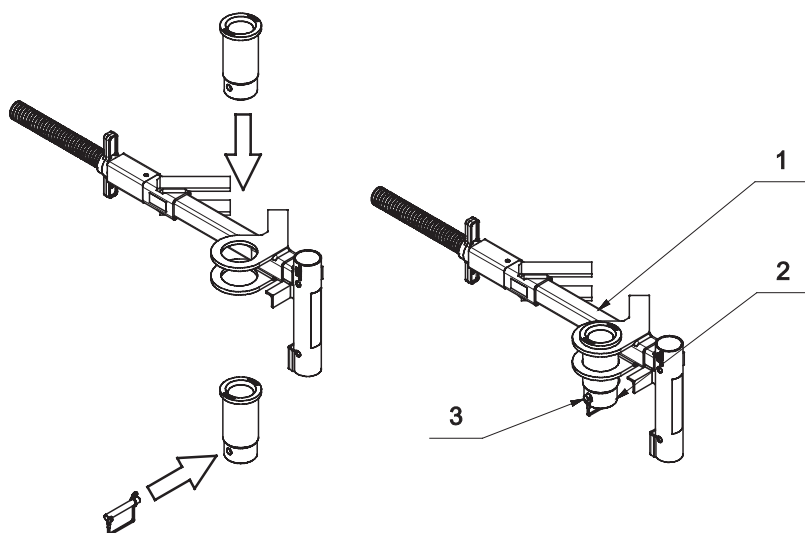

Figure 23. *Installation du collier en acier*
5. Installez la bague sur le collier en acier MkII inférieur sur la colonne. Lorsque la bague est insérée sur le collier en acier MkII inférieur, insérez le goujon à fixation rapide dans le trou de verrouillage de la bague et fixez. Voir Figure 23 pour une vue détaillée.